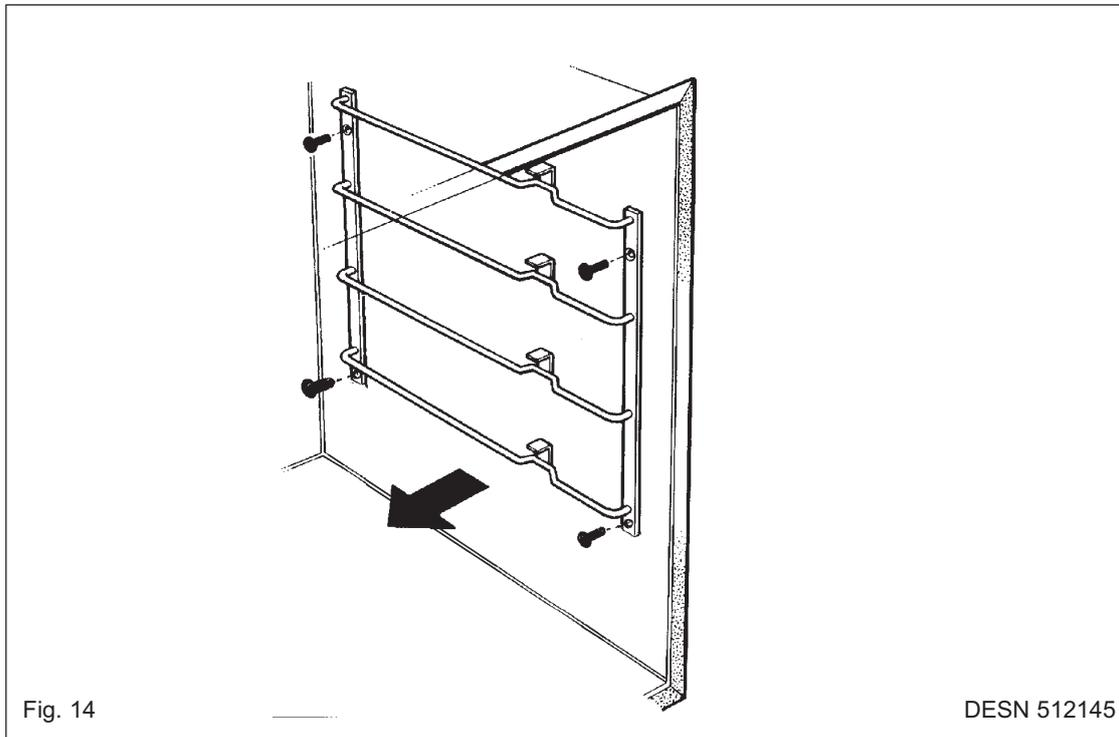

Fig. 14
3. Togliere le viti (7) del pannello posteriore.
G. COME TOGLIERE LE PROTEZIONI DEI FORNI E DEL GRILL - VEDERE FIG. 14